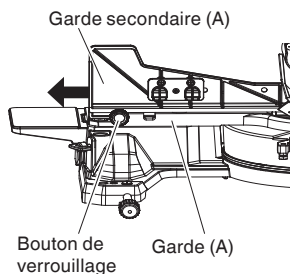

Fig. 11
Pour une coupe en angle droit, desserrer le bouton de verrouillage, puis faire glisser la garde secondaire (A) vers l'extérieur, comme illustré à la Fig. 11.